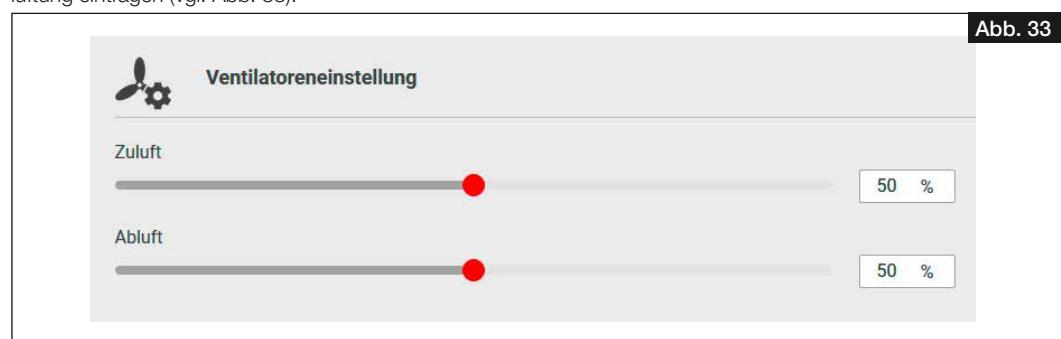

Abb. 33
5. Unter „Ventilatoreinstellung“ die Ventilatorleistungen für Zu- und Abluft gemäß der ermittelten Werte für die Nennlüftung eintragen (vgl. Abb. 33).